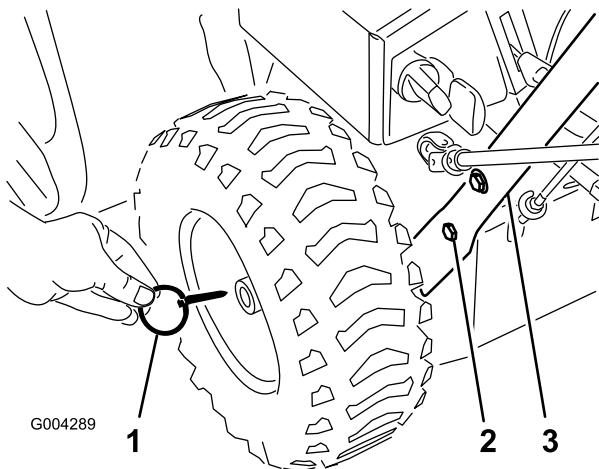

Рисунок 3
- Вынуть шкворни из обоих колес и развинуть колеса на оси на расстояние, равное примерно 2,5 см (Рисунок 3).
- Совместите отверстия на левой стороне узла рукоятки с отверстиями на левом боковом листе и закрепите рукоятку двумя стяжными болтами с шайбами Белвил, затянув их вручную (Рисунок 3).